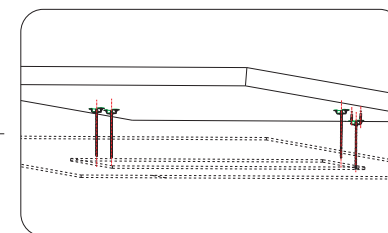

rys. 29
- 2) Wytnij prostokątny otwór w gotowym suficie (upewnij się, że uchwyty mocujące są zainstalowane w środku otworu (rys. 29). Pozostałe kroki zostały opisane już wcześniej.